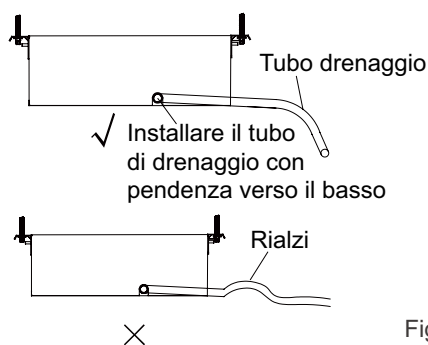

Fig.15
1. Installare il tubo di scarico con pendenza verso il basso (da 1/50 a 1/100) facendo attenzione a non formare rialzi o sifoni nel tubo. (Fig.15)
2. Assicurarsi inoltre che non ci siano crepe o perdite nel tubo di scarico per evitare la formazione di sacche d'aria. (Fig.15)